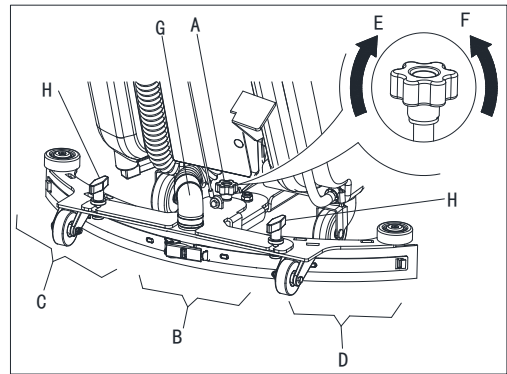

Figura 5
1. Instale la escobilla de goma y enrosque la tuerca (H), luego conecte la manguera de aspiración (G) con la escobilla de goma.
2. Ajuste la posición de la escobilla de goma mediante la palanca de ajuste de la escobilla de goma (A, Figura 5).
- a) Si queda un espacio entre el suelo y sección media de la lámina posterior de la escobilla de goma (B), ajuste la perilla (A) en dirección anti horaria (F) hasta que la entera sección de la lámina posterior de la escobilla de goma entre en buen contacto con el suelo, la lámina delantera tocando el suelo ligeramente.
- b) Si hay espacio entre el suelo y los dos extremos de la lámina posterior (C y D), ajuste la perilla (A) en dirección horaria (E) hasta que la entera sección de la lámina posterior entre en buen contacto con el suelo, la lámina delantera tocando el suelo ligeramente.